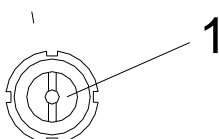

Abb. 6b
- Lassen Sie den Motor drehen, bis Sie die Halterung des Spießes erreichen (Abb.6b)
- Nehmen Sie die Schraube mit einem Schraubendreher heraus (1) (Abb.6b)